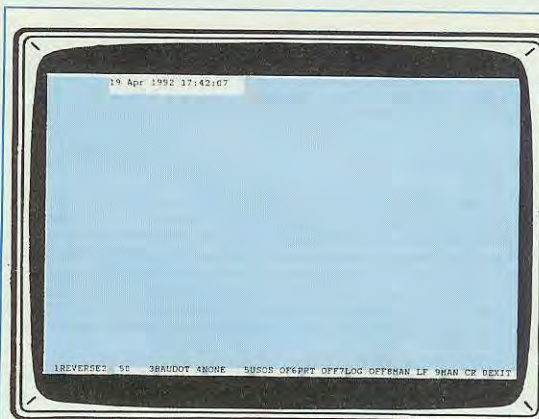

Fig.17 Per far apparire il testo RTTY, sul vostro monitor, dovrete premere per due volte il **tasto R**, poi il **tasto F1**.
Quando sullo schermo vi appare la pagina del testo che stiamo ricevendo, in basso sul monitor apparirà una riga (vedi fig.17) con dei numeri e di fianco a questi una finestra con delle scritte, delle quali vi spiegheremo la loro funzione.
- Eseguita questa operazione, dovreste premere per **due** volte il tasto **R** e, così facendo, vi apparirà la pagina di ricezione del testo (vedi fig.17).